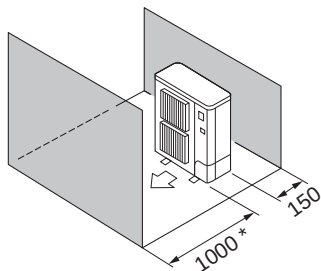

Fig. 2-6
- ⑤ Перешкоди лише спереду та ззаду (Fig. 2-6)